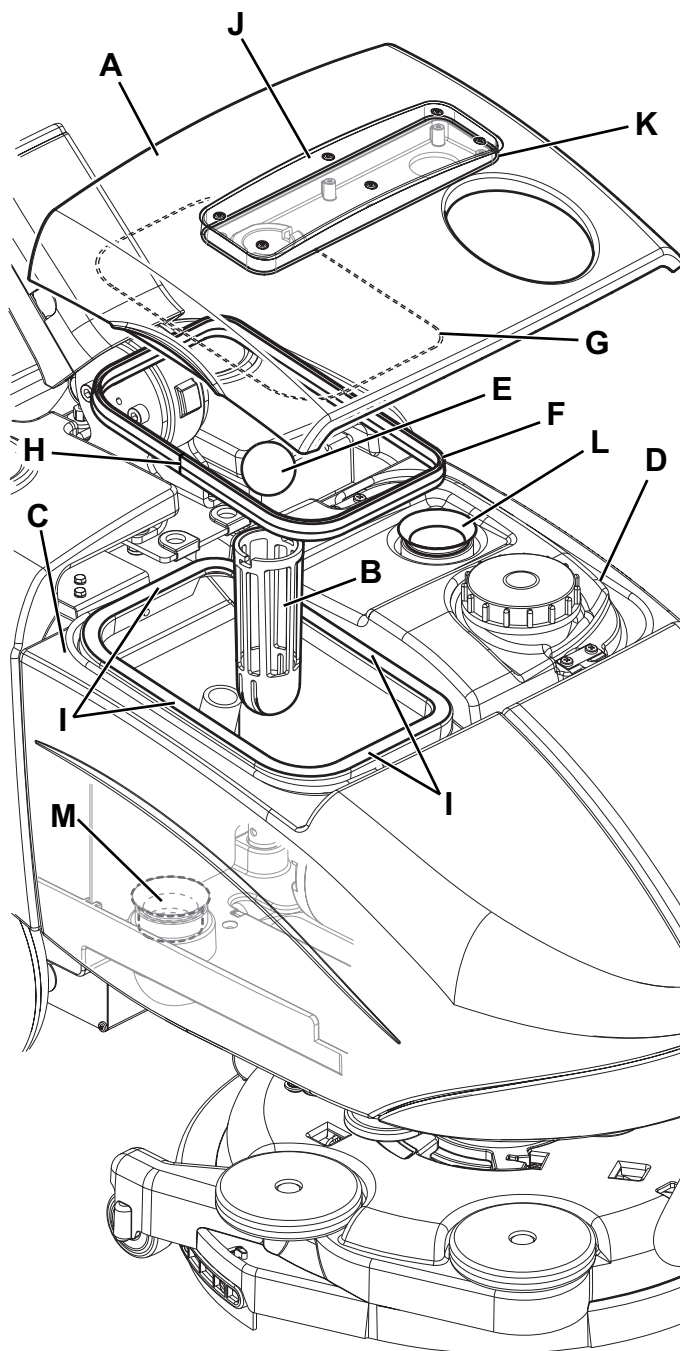

Рис. 7
2. Проверьте, чтобы ручка выбора функции (31) была в положении «0», и отсоедините коннектор аккумулятора (7).
3. Снимите крышку (А, Рис. 7), очистите и промойте крышку и вакуумную решетку (В) чистой водой.
6. Проверьте, цела ли прокладка крышки расширительного бачка (F).
3. Откройте крышку (А, Рис. 7) и проверьте целостность прокладки электродвигателя вакуумной системы (L). В случае необходимости замените прокладку, удалив ее из корпуса.
5. Проверьте, цела ли прокладка канала отработанной воды (M). При необходимости замените прокладку.